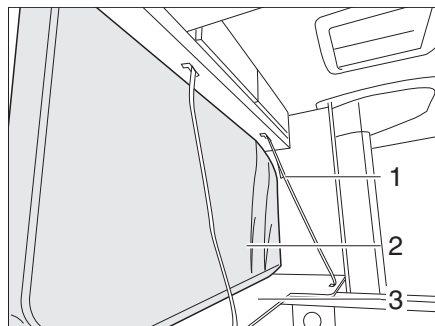

Fig. 48 Smontaggio, variante 1
- Sollevare il telaio portamaterasso dall'arresto e collocarlo sul diaframma (Fig. 48,3).
- Affiancare i cuscini, i materassi ed i telai portamaterasso (Fig. 48,2).
- Fissare il tutto con la cinghia (Fig. 48,1).